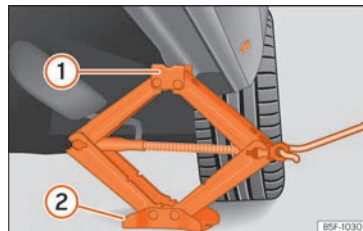

Abb. 41 Längsholm: Wagenheber ansetzen.
- Drehen Sie die Kurbel des unter dem Aufnahmeplatz des Längsträgers befindlichen Wagenhebers*, bis sich die Nase ① » Abb. 41 unter der vorgesehenen Einföhrung befindet.
- Richten Sie den Wagenheber* so aus, dass sein Aufnahmehorn ① in die dafür vorgesehene Aufnahme am Längsträger „greift“ und die bewegliche Grundplatte ② plan auf dem Boden aufliegt. Die Bodenplatte ② muss sich »